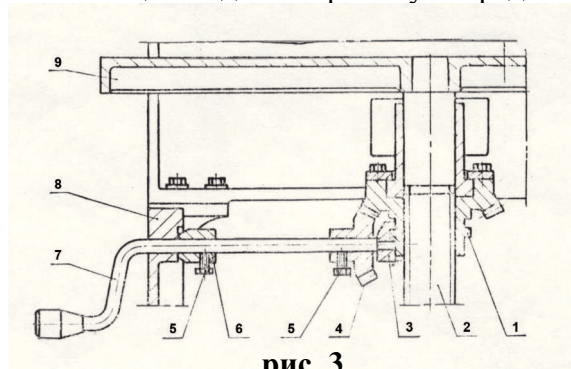

рис. 3
4.3 Общий вид стола рейсмуса представлен на рис. 3
- Вращением ручки 7 (рис. 3) выставьте стол для рейсмусования на требуемую высоту, исходя из толщины заготовки;
4.8 Внутри корпуса установлен стол 9 (рис. 3) для рейсмусования, подъем или опускание которого для установки положения рейсмусования осуществляется ручкой регулирования 7 (рис. 3).